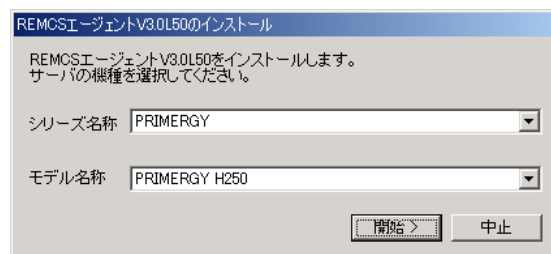

図 3-8 サーバ機種選択画面
- 3 モデルを判定できなかった場合は、サーバ機種選択画面 (図 3-8) が表示されます。シリーズ名とモデル名称を選択します。
- 3** モデルを判定できなかった場合は、サーバ機種選択画面(図 3-8)が表示されます。シリーズ名とモデル名称を選択します。